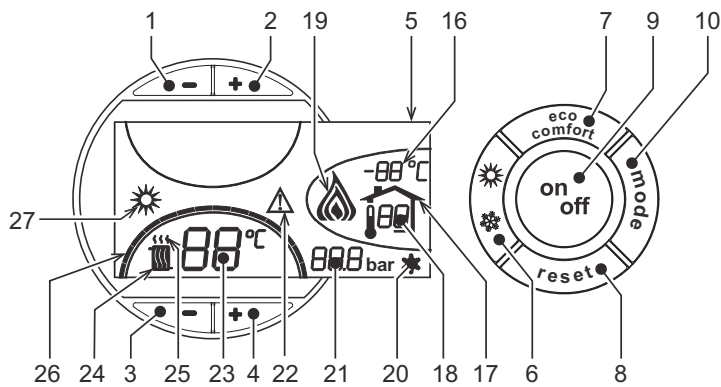
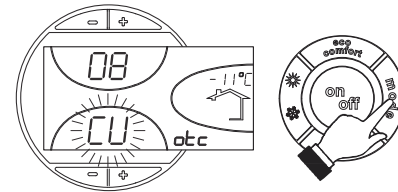
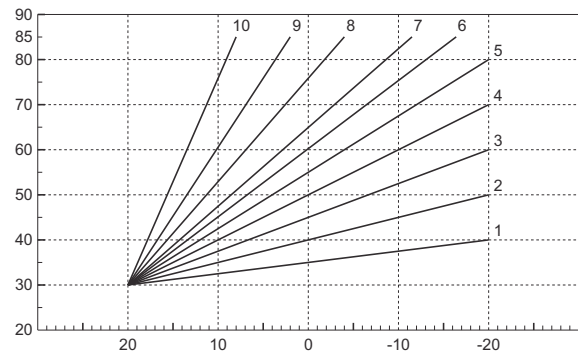
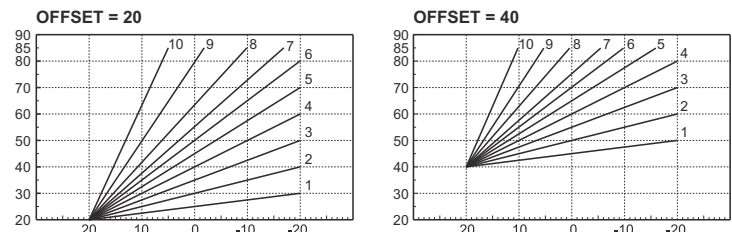

fig. 1 - Panel de control
fig. 9 - Curva de compensación
fig. 11 - Curvas de compensación
fig. 12 - Ejemplo de desplazamiento paralelo de las curvas de compensación
Pulsar la tecla **on/off** (9 - fig. 1) durante 1 segundo.
Se inhabilita el funcionamiento en calefacción. El sistema antihielo permanece operativo. Para volver a activar la caldera, pulsar nuevamente la tecla **on/off** (9 - fig. 1) durante 1 segundo.
- Pulsar la tecla ON/OFF (9 - fig. 1).
Pulsar la tecla **verano/invierno** (6 - fig. 1) 1 segundo.
En la pantalla se visualiza el símbolo Verano (27 - fig. 1): la caldera sólo suministra agua sanitaria. El sistema antihielo permanece operativo.
Para desactivar la modalidad Verano, pulsar nuevamente la tecla **verano/invierno** (6 - fig. 1) 1 segundo.
Mediante las **teclas** (3 y 4 - fig. 1) se puede regular la temperatura de la calefacción desde un mínimo de 30 °C hasta un máximo de 80 °C.
Mediante las teclas +/- (1 y 2 - fig. 1) se puede regular la temperatura del agua sanitaria desde un mínimo de 10 °C hasta un máximo de 65 °C.
Si está instalada la sonda externa (opcional), en la pantalla del panel de mandos (5 - fig. 1) aparece la temperatura instantánea medida por dicha sonda. El sistema de regulación de la caldera funciona con "Temperatura adaptable". En esta modalidad, la temperatura del circuito de calefacción se regula en función de las condiciones climáticas exteriores, con el fin de garantizar mayor confort y ahorro de energía durante todo el año. En particular, cuando aumenta la temperatura exterior disminuye la temperatura de ida a la calefacción, de acuerdo con una curva de compensación determinada.
Durante el funcionamiento con temperatura adaptable, la temperatura programada mediante las teclas de calefacción +/- (3 y 4 - fig. 1) pasa a ser la temperatura máxima de ida a la instalación. Se aconseja definir el valor máximo para que la instalación pueda regular la temperatura en todo el campo útil de funcionamiento.
Si se pulsa una vez la tecla **modo** (10 - fig. 1), se visualiza la curva actual de compensación (fig. 9), que se puede modificar con las **teclas del agua sanitaria** (1 y 2 - fig. 1). Seleccionar la curva deseada entre 1 y 10 según la característica (fig. 11).
Si se pulsan las **teclas de la calefacción** (3 y 4 - fig. 1), se accede al desplazamiento paralelo de las curvas (fig. 12), modificable mediante las **teclas del agua sanitaria** (1 y 2 - fig. 1).
Al pulsar otra vez la tecla **modo** (10 - fig. 1) se sale de la modalidad de regulación de las curvas paralelas.
Si la caldera tiene conectado el reloj programador a distancia (opcional), los ajustes descritos anteriormente se gestionan según lo indicado en la tabla 1. Además, en la pantalla del panel de mandos (5 - fig. 1) aparece la temperatura ambiente actual medida por el reloj programador a distancia.
Selección Eco/Comfort	Si se desactiva el funcionamiento en sanitario desde el menú del reloj programador a distancia, la caldera selecciona la modalidad Economy. En esta condición, la tecla 7 - fig. 1 del panel de la caldera está inhabilitada. Si se vuelve a activar el funcionamiento en sanitario con el reloj programador a distancia, la caldera se dispone en modo Comfort. En esta condición, con la tecla 7 - fig. 1 del panel de la caldera es posible pasar de una modalidad a otra.